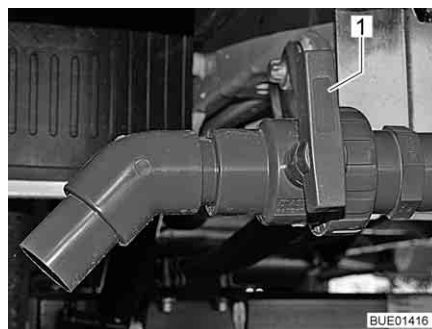

Fig. 199 Llave de desagüe (en el exterior)
- Girar el tirador (Fig. 198,1 ó Fig. 199,1) de la llave de desagüe a la posición en dirección de la circulación. Las aguas residuales se purgan a través de un grifo esférico.